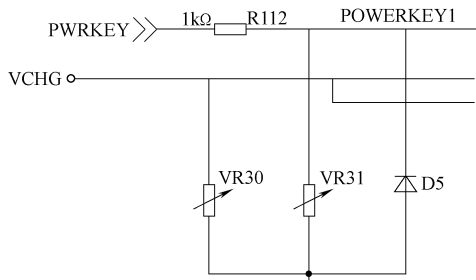

图 5-117 D5 相关电路截图
- 2) 该机 PWRKEY 信号是从 CPU 经 VR51、VR31、D5 到尾插第⑮脚的。
- 3) D5 相关电路截图如图 5-117 所示。